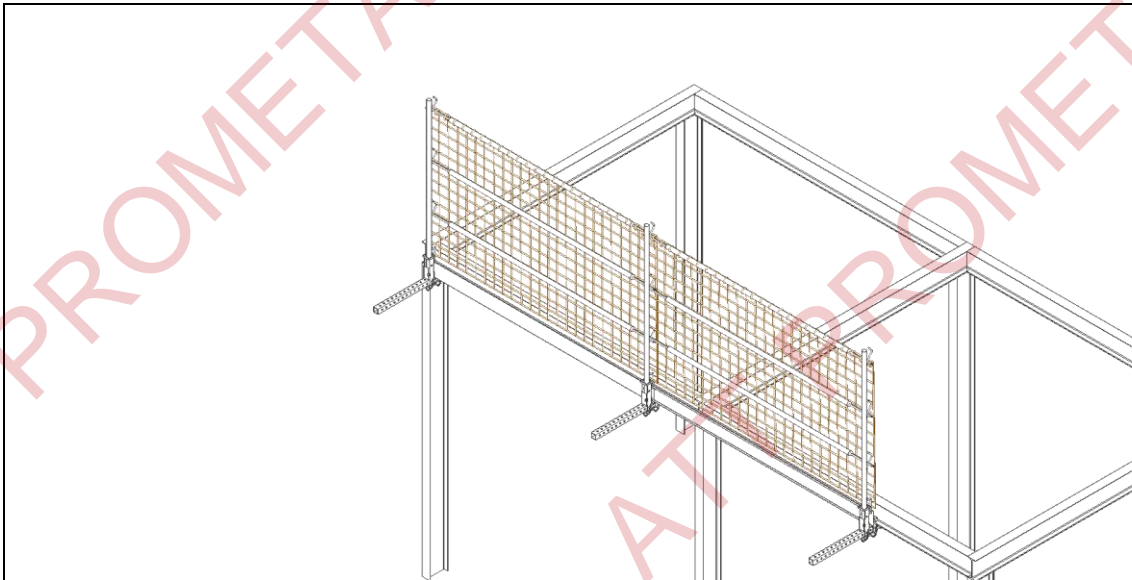

Fig. 13 Colocación del plinto o rodapié
8. Finalmente, el montaje del sistema se completará con la colocación del plinto o rodapié (Fig. 13 y 14), cuando la evaluación de riesgos, así lo exija por la posibilidad de caída de materiales.